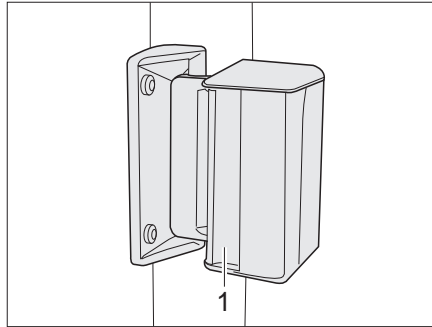

Fig. 60 Finestra scorrevole
- Premere la maniglia (Fig. 60,1) e contemporaneamente spingerla o tirarla avanti o indietro.